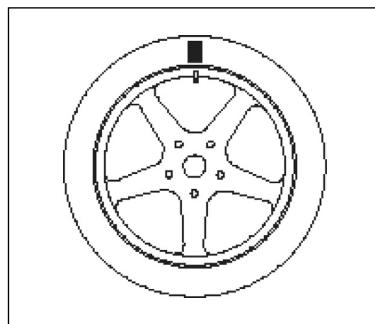

Abbildung F5.6 - Reifen um 180 Grad zur relativen Position der Düse drehen -
- 5) Nehmen Sie den Reifen von der Auswuchtwelle ab und trennen Sie den Reifen von der Felge. Drehen Sie dann die markierte Position des Reifens in die relative Position der Reifendüse, wie in Abbildung F5.6 dargestellt.